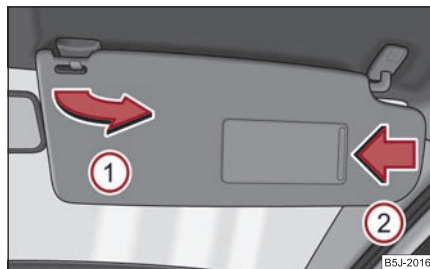

Fig. 55 Parasolarele: Răbătarea
Parasolarul conducătorului și al pasagerului din dreapta pot fi scoase din suporturi și îndreptate către uși ① ⇒ fig. 55.